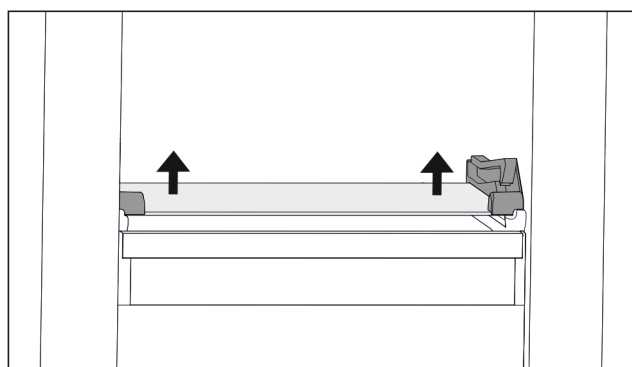

Fig. 131 Glashylla för tippbar utdragslåda
- ▶ Tryck upp glashyllan underifrån på båda sidorna. (se Fig. 131)